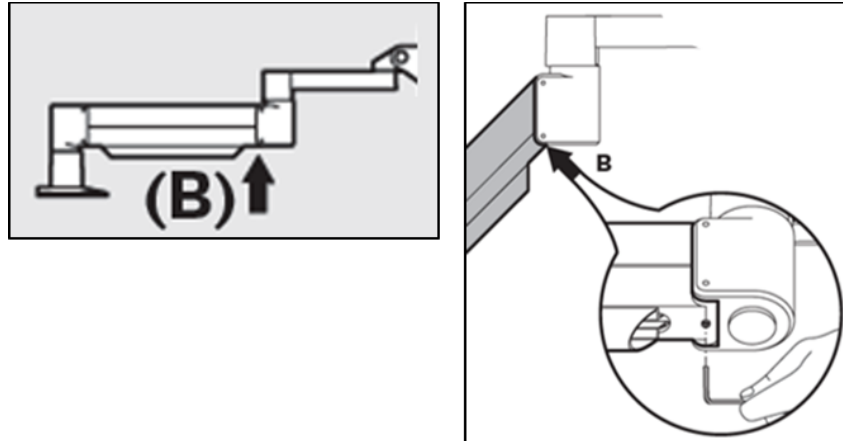

Bild 4-6. Lossa monteringskrav B för motvikt
- Placera om armen horisontellt. Lossa den övre **monteringskruv B för motvikt** genom att vrida skruven minst ett halvt varv. Använd en 3/32 insexnyckel. Se bild 4-6.
- Placera armen horisontellt och dra åt **monteringskrav B för motvikt** tills kontakt bildas och dra sedan åt ett halvt till tre fjärdedelars varv. Se bild 4-6.